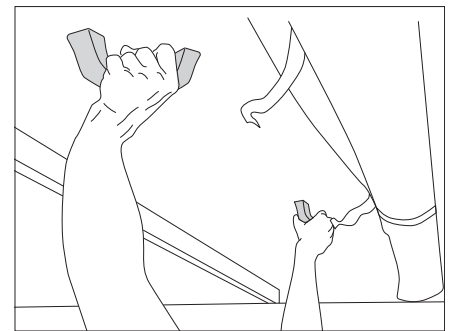

Figure 6 Relever le toit relevable
- Pousser à deux mains le toit relevable vers le haut (Figure 6).